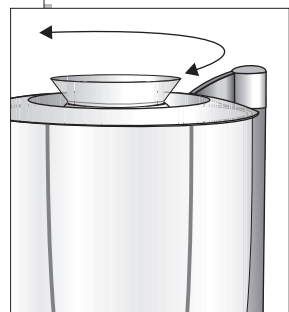

Fig.2
- 4-1 Inserite il bicchiere completo di coperchio nel corpo macchina (riempito al massimo per 2/3 della capacità), allineando il supporto magnetico con l'asta (Fig.2), e accendete l'interruttore in posizione "1" o "2" (P105 posizione "1"). Nel frullatore con variatore di velocità (P100V - P102V - P103V - ICE B100V - ICE B102V - ICE B103V) accendere la macchina ruotando l'interruttore in senso orario, aumentando la velocità progressivamente fino a quella desiderata.
- 4-1 Insert the cup with cover into the machine body (filled to a maximum of 2/3 capacity), aligning the magnetic support with the rod (Fig. 2), and put the switch in position "1" or "2" (P105 position "1"). For the mixer with continuous variable speeds (P100V - P102V - P103V - ICE B100V - ICE B102V - ICE B103V), turn on the machine by rotating the switch clockwise and increasing the speed gradually to the required setting.